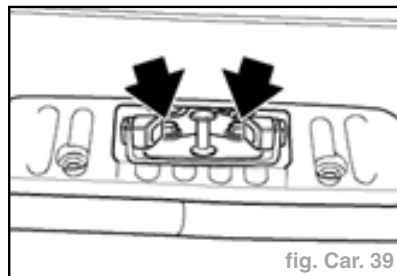

fig. Car. 39
- Desserrer les vis de la partie inférieure de la serrure de capot arrière de telle sorte qu'elle puisse encore être ajustée et se centrer d'elle-même. (fig. Car. 39)
- Resserrer les vis de la partie inférieure de la serrure de capot arrière (fig. Car. 39).